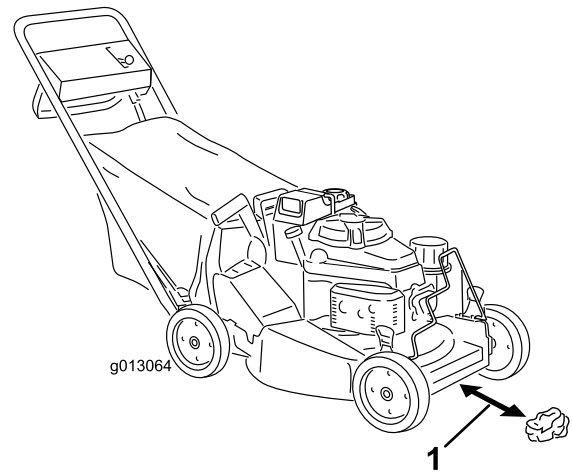
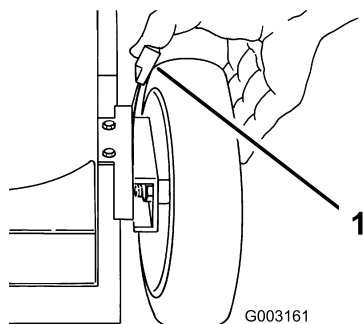

Figura 14
Figura 19
3. Ajuste las cuatro ruedas a la altura de corte de 64 mm (Figura 19).
4. Mueva el control de velocidad sobre el terreno a la posición de Punto muerto (N).
5. Tome media página de periódico y haga una bola con ella que sea lo suficientemente pequeña como para pasar por debajo de la plataforma (unas 76 mm de diámetro), según muestra Figura 14.
6. Coloque la bola de papel de periódico a unas 13 cm por delante del cortacésped (Figura 14).
- A. Coloque la bola de papel de periódico a unas 13 cm por delante del cortacésped (Figura 14).
1. Tire de la palanca de ajuste de la altura de la rueda hacia la rueda (Figura 19) y muévala a la posición deseada.